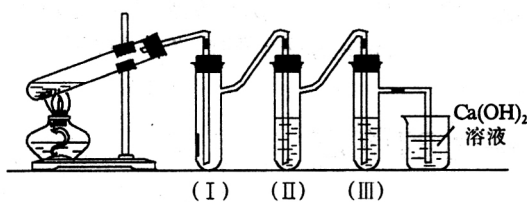

图1
1. 实验装置(如图1所示)
按图1连接好装置。取10 mL左右的浓 H_2SO_4 将其加热到约 160°C 左右(约1.5 min左右),然后放入1 g左右刚擦亮的薄铜片,连好装置,继续加热。